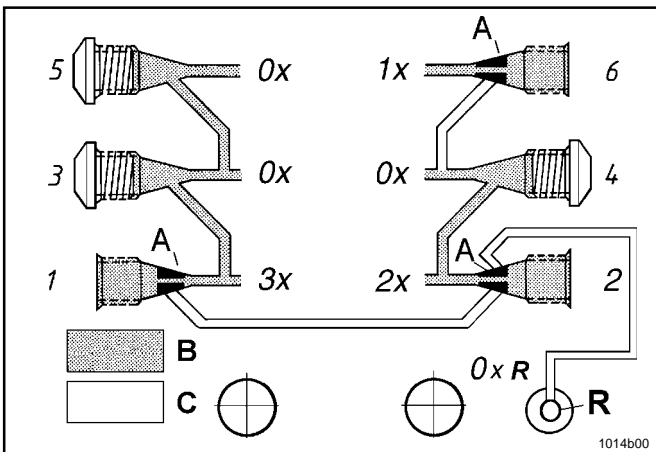

Fig. 1 – Débit simple, double ou triple, doseur SSV installé à l'arrière
\* Fermer les alésages de sortie non nécessaires à l'aide d'une vis de fermeture ; voir Fig. 1 ou 4.
**Important:** si la **sortie 2** est raccordée à un **point de graissage**, **ne pas fermer la sortie n° 1**. Voir Fig. 1.